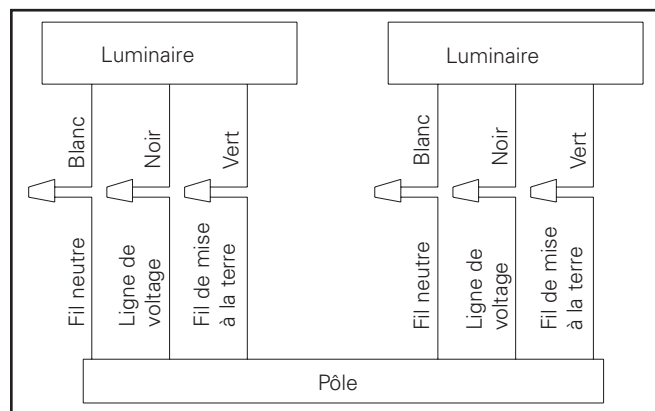

Figure 14.
- Connectez les fils d'alimentation aux fils appropriés du luminaire. (Figure 14.)